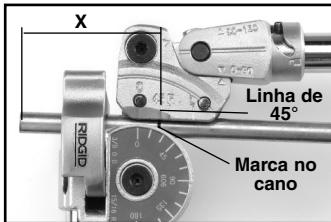

Figura 10 – Antes
- Marque o cano na distância desejada (X) da característica (extremidade do cano, curva, etc.). O centro do segmento de arco estará a essa distância da característica.
- Aline a marca do cano com a linha de 45° do carro (ver Figura 10).